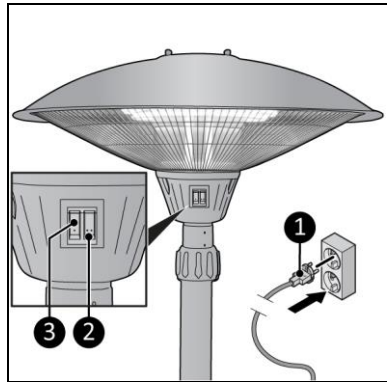

Figure 10
4. Assurez-vous que le commutateur I (figure 10, pos. 3) et le commutateur II (figure 10, pos. 2) sont tous deux en position OFF.
5. Insérez la fiche (figure 10, pos. 1) dans une prise murale reliée à la terre et facilement accessible. Utilisez une prise murale avec mise à la terre d'une puissance minimale de 2 100 watts.
- réglage bas : appuyez sur le commutateur I (figure 10, pos. 3) ;
- réglage intermédiaire : appuyez sur le commutateur II (figure 10, pos. 2) ;
- réglage élevé : appuyez sur le commutateur I (figure 10, pos. 3) et le commutateur II (figure 10, pos. 2).
1. Vérifiez que le commutateur I (figure 10, pos. 3) et le commutateur II (figure 10, pos. 2) sont bien tous deux en position OFF.
1. Assurez-vous que le commutateur I (figure 10, pos. 2) et le commutateur II (figure 10, pos. 2) sont bien tous deux en position OFF.
2. Retirez la fiche de la prise murale (figure 10, pos. 1).